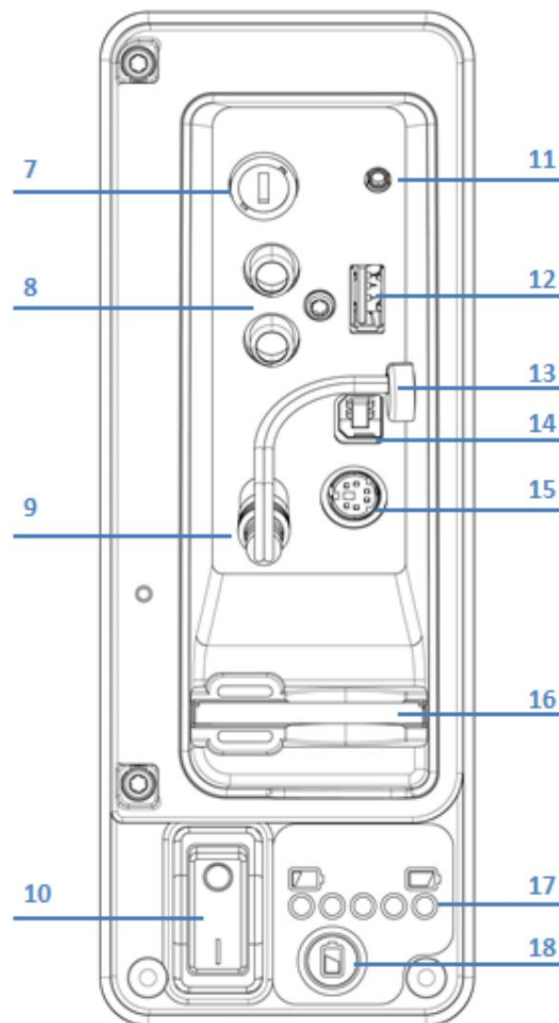

Figure 2.3 Prise E/S du contrôleur
- Assurez-vous que l' **interrupteur Marche/Arrêt** (élément 10 de la Figure 2.3) est réglé sur la position **Arrêt** .
- Connectez l'alimentation électrique (alimentation du véhicule 12-24V DC, adaptateur secteur ou batterie en option) à la prise de courant. (élément 9 de la figure 2.3).
Insérez une carte Compact Flash compatible dans le logement de carte situé à l'intérieur du panneau d'E/S (élément 16 sur la Figure 2.3).
Insérez une clé USB compatible (communément appelée clé USB ou clé USB) dans la prise USB située à l'intérieur du panneau d'E/S (élément 12 sur la Figure 2.3).